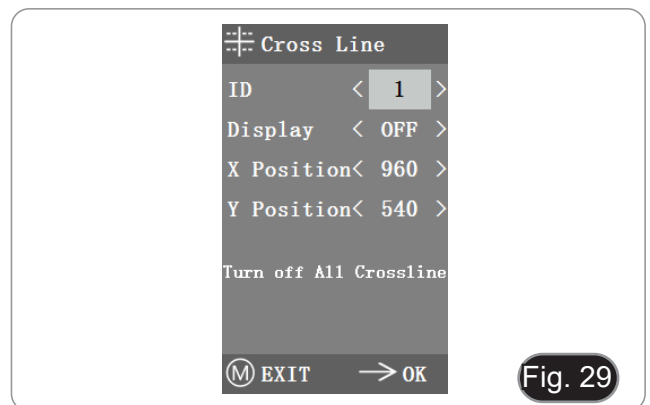

Fig. 29
1. Öffnen Sie das Menü Cross Line. (Fig. 29)